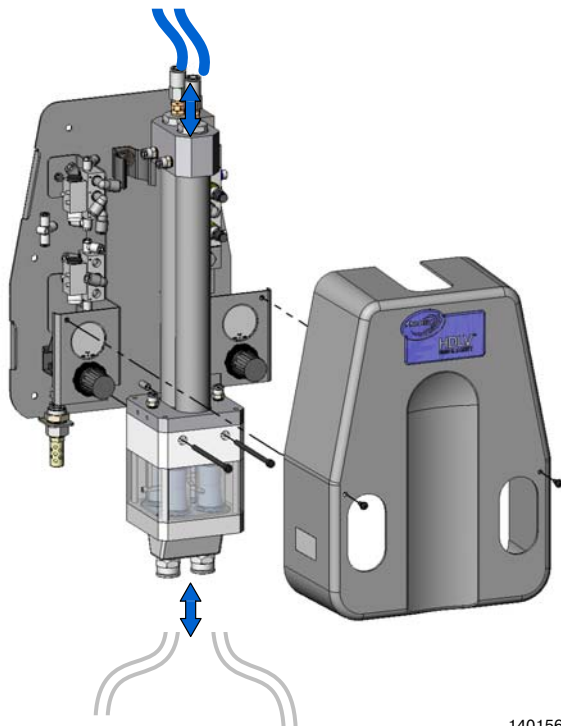

Рис. 8 Отсоединение шланга и снятие крышки
1. См. рис. 8. Отсоединить линии воздуха продувки от верхней части насоса.
5. См. рис. 8. Вывернуть два винта, крепящие блок насоса к основанию. Снять блок насоса и перенести его на чистую рабочую поверхность.